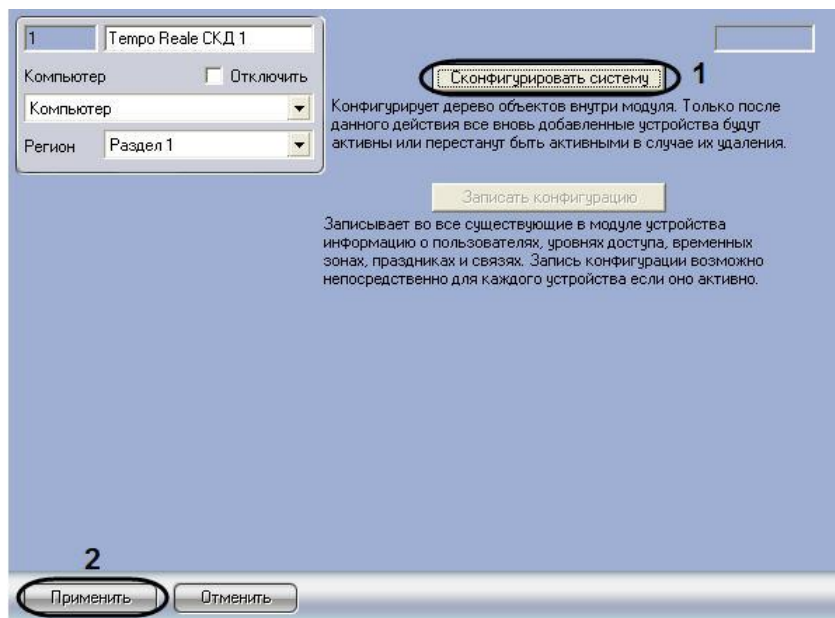

Рис. 3.2—2 Конфигурирование системы *Tempo Reale* СКД
2. Перейти на панель настройки объекта **Tempo Reale СКД** (Рис. 3.2—2).
3. Нажать кнопку **Сконфигурировать систему** (см.Рис. 3.2—2, 1).